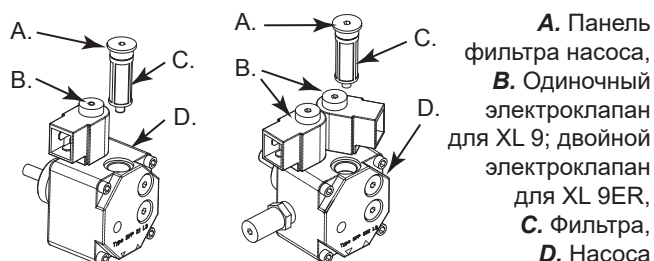

Рисунок 11 - Насосы горелки
- Снять панель (A Рис. 11), крепящую фильтр к насосу.
- Вынуть фильтр (C Рис. 11) из корпуса.